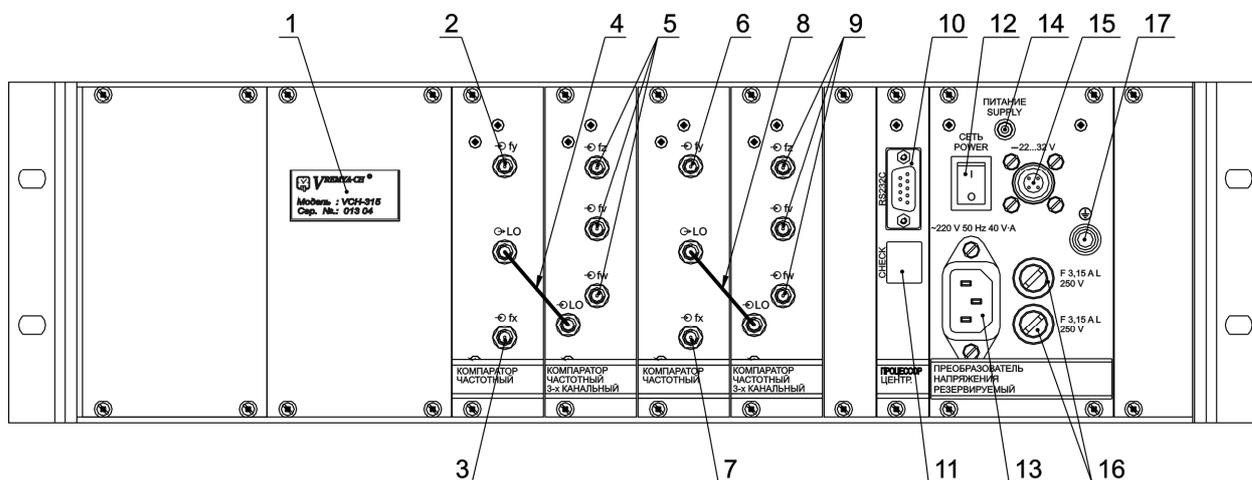

Рисунок 6.1 – Расположение органов подключения и управления на задней панели компаратора VCH-315
6.2.2 Перед началом работы внимательно прочитайте настоящее руководство по эксплуатации прибора, изучите расположение органов управления и подключения (рисунок 6.1) их назначение (таблица 6.1).